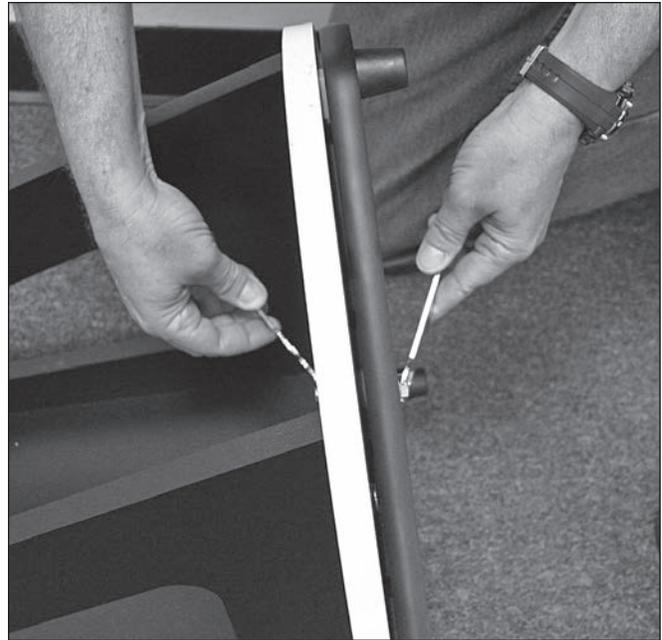

Figure 6. Utilisez les deux clés plates incluses comme illustré pour fixer la plaque de base inférieure à la plaque de base supérieure.
10. Maintenant, placez la dernière rondelle métallique (K) sur le boulon, suivie par le contre-écrou (M). À l'aide des clés à molette fournies, tournez le contre-écrou avec une clé tout en maintenant la tête du boulon hexagonal avec l'autre, ou vice-versa (**figure 6**). Serrez le contre-écrou juste assez pour permettre un léger écart entre les plaques de base supérieure et inférieure lorsque la monture est soulevée. Le contre-écrou sert simplement à éviter que les deux plaques de base se séparent lorsqu'on déplace le télescope. Serrer trop fort le contre-écrou empêchera la rotation de la base dans la direction d'azimut (horizontale).